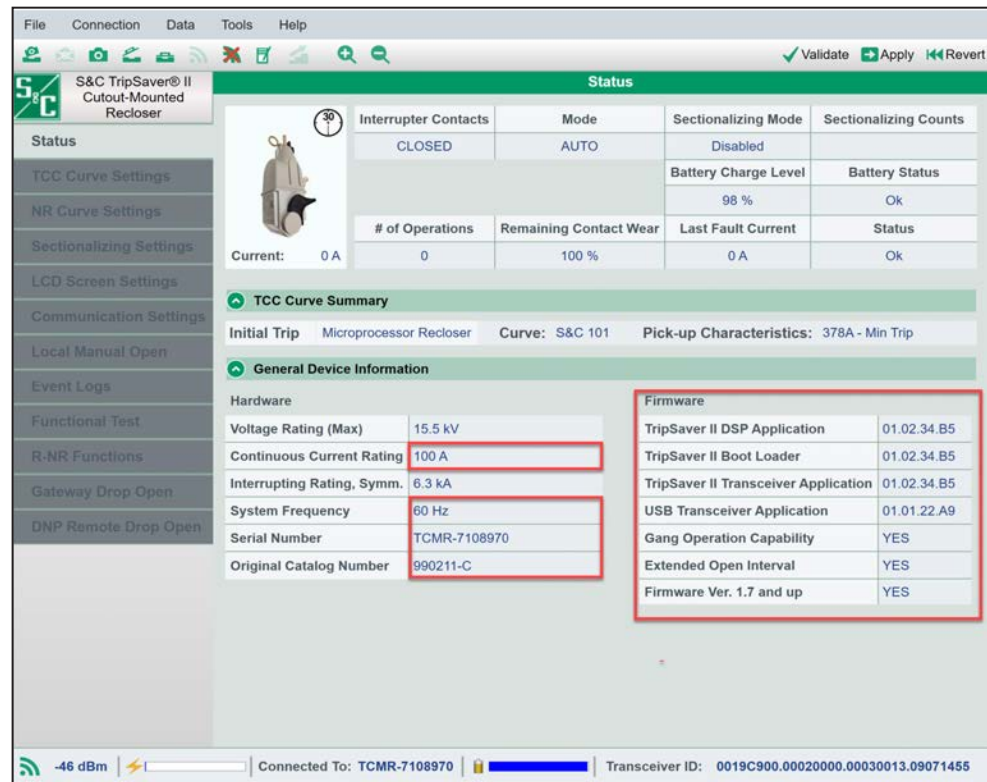

Figura 57. Tela Status para verificação da última versão de firmware.
PASSO 7. Uma mensagem “Success” (Sucesso) é exibida depois que a atualização de firmware foi concluída com sucesso. Depois da atualização, verifique na tela *Status* se o firmware mais recente foi aplicado corretamente. Ver Figura 57.